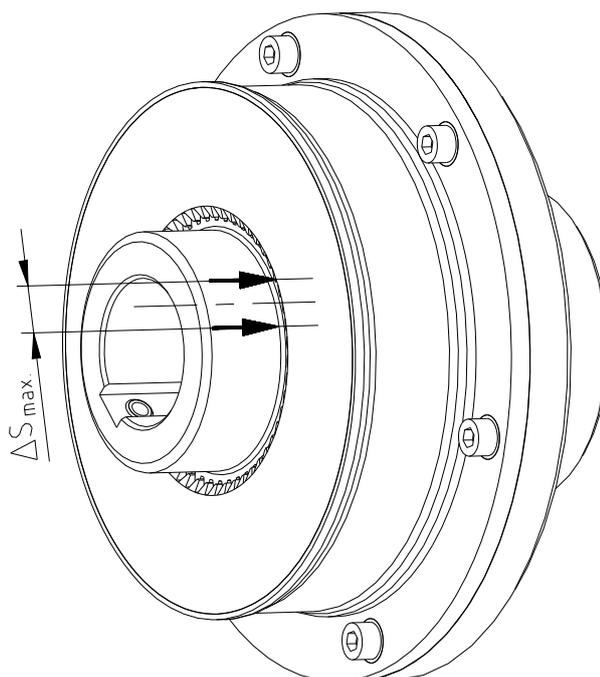

Figura 13: marcaje de la parte elástica en el manguen
- Marque la parte elástica y el manguen (ver figura 13).